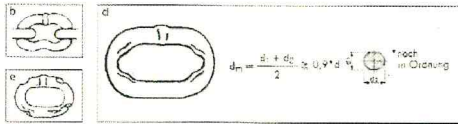

Bild 28:
- d) Verschleiß tritt an den Kettengliedern durch Abrieb außen und zwischen ineinander hängenden Kettengliedern verdeckt auf. Zur Verschleißmessung mit Messschieber muss die Kette locker sein. Bis zu 10 % Verschleiß (gemittelte Glieddicke) ist zugelassen (siehe Bild 28).